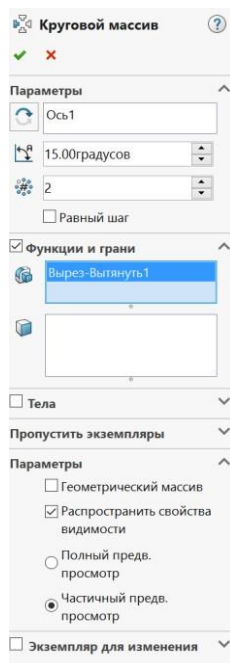

Рис. 3.9. Деталь из листового металла
5. В появившемся диалоговом окне (рис. 3.9) указать следующие параметры: